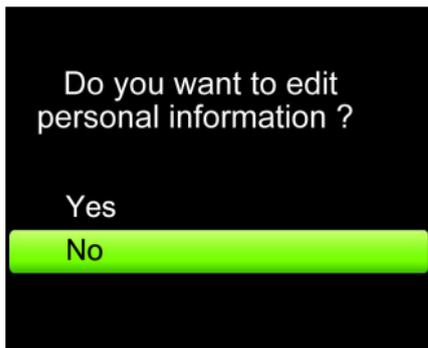
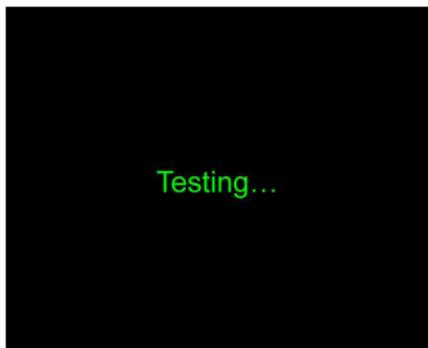
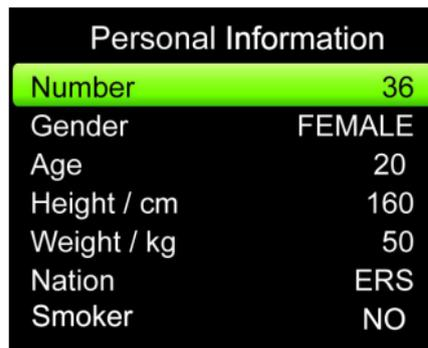

Figure 2 Interface sélective
Figure 3 Test
Figure 9 Interface des informations personnelles
1. Le programme du dispositif médical se trouve dans l'interface sélective [Selective interface] après la mise sous tension comme indiqué à la Fig. 2, appuyez sur la touche « Up » ou « Down » pour sélectionner « No », puis appuyez sur la touche « Confirm » afin d'accéder à l'interface de test [Testing] comme indiqué à la Fig. 3. (Remarque : Si vous sélectionnez « Yes », le programme accédera à l'interface des informations personnelles [Personal information] pour éditer ces informations et après la sortie, il reviendra à l'interface de test [Testing]).
Dans l'interface [Menu], sélectionnez « Personal information » pour accéder à son interface comme indiqué à la Fig. 9, dans laquelle vous pouvez modifier les informations relatives au patient (Remarque : Dans l'interface sélective [Selective interface] comme indiqué dans la Fig. 2, si vous avez sélectionné « Yes », vous pouvez aussi accéder à l'interface des informations personnelles [Personal information]).